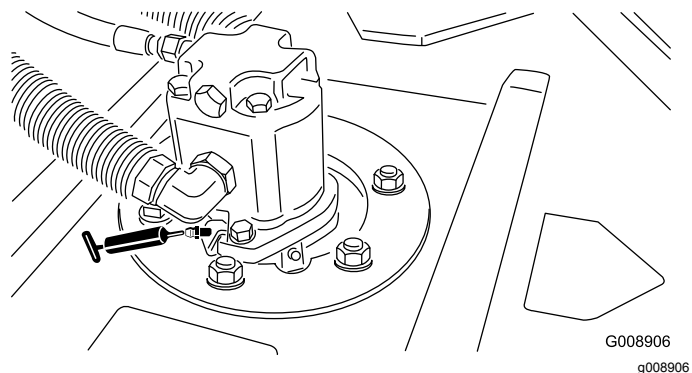

図 54
- カuttingユニットのスピンドルシャフトのベアリングユニット2台に1ヶ所 — 図 54